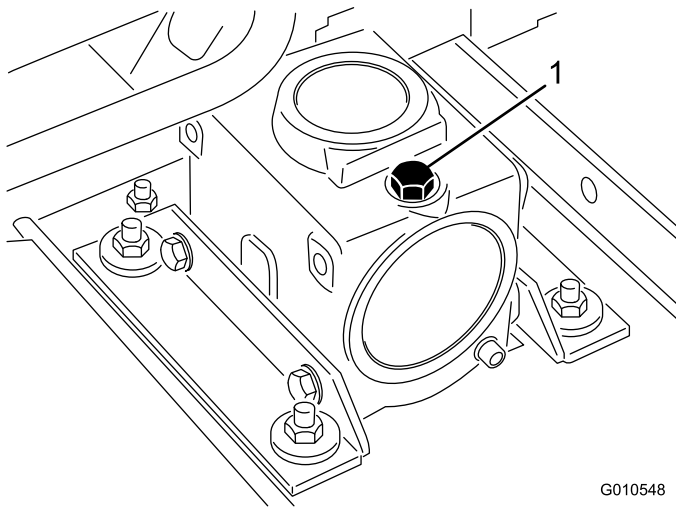

Figura 24
2. Coloque a máquina e a unidade de corte numa superfície plana e baixe a unidade de corte. Retire a vareta/tampão de enchimento da parte superior da caixa de velocidades (Figura 24) e verifique se há lubrificante entre as marcas da vareta. Se o nível de lubrificante estiver baixo, adicione lubrificante de engrenagens SAE 80-90 wt. até que o nível fique entre as marcas. A capacidade da caixa de velocidades é de 283 ml.